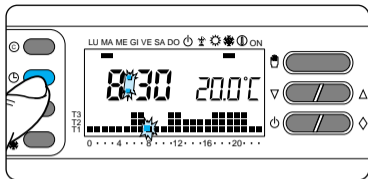

Fig. 23
3.8 - Pulse el botón ⌚ para confirmar los ajustes (fig. 23).